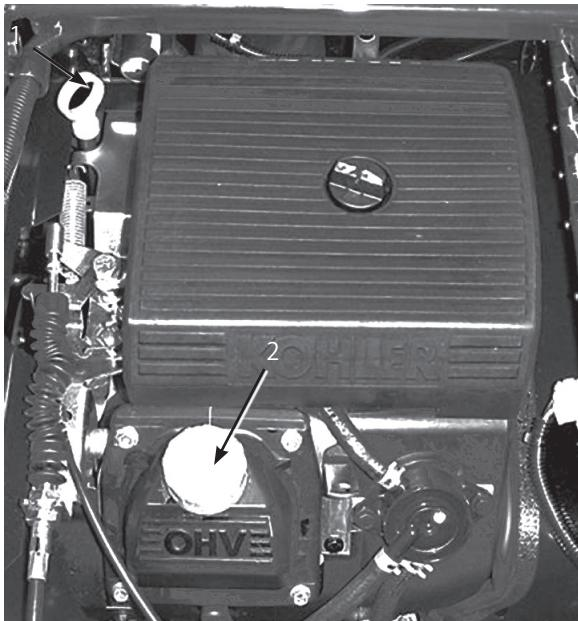

図5
- ディップスティックを抜き、ウェスで一度きれいに拭く（図5）。ディップスティックを、チューブの根元までもう一度しっかりと差し込む。引き抜いて油量を点検する。
- 油量が少なければ、バルブ・カバーの上についている補給口（図5）を開け、ディップスティックのFullマークまでオイルを補給する；オイルの種類や粘度の選択については32ページのエンジン・オイルについてを参照。補給するときは、ディップスティックで確認しながら少量ずつ入れる。入れすぎないこと。